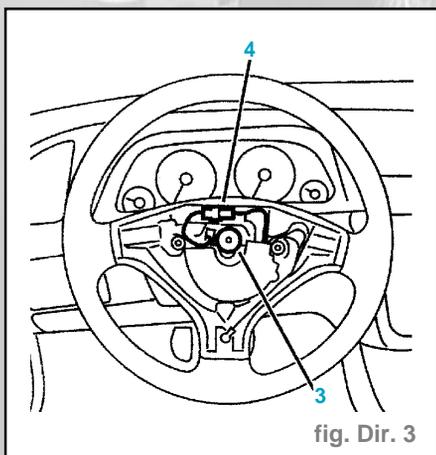

fig. Dir. 3
- Desserrer la vis (3) de quelques filets (fig. Dir. 3).
- Déposer la vis (3) (fig. Dir. 3).
- Déposer le volant avec précaution, sans arracher au passage le connecteur d'alimentation (4) après l'avoir déconnecter (fig. Dir 3).